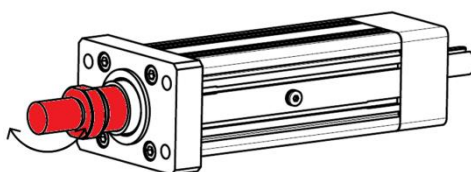

Рисунок 18 – Запрет на скручивание штока.
3.2.6 Модуль имеет внутреннюю направляющую, препятствующую вращению, но не поддерживает скручивание штока (см. рисунок 18).